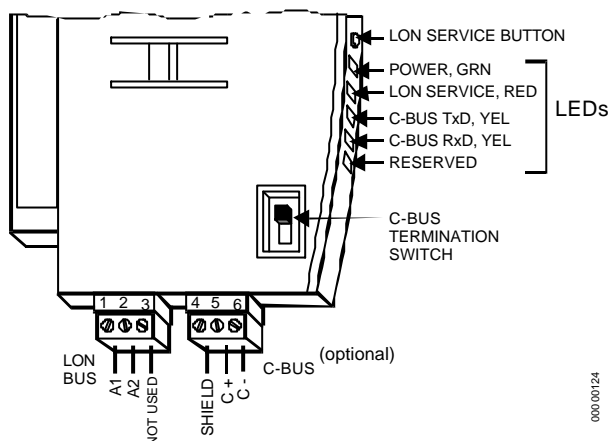

Fig. 45. Conexión de LonWorks.
3. Conectar el cable de la pantalla al terminal 4 (Fig. 45).
4. Conectar el cable de C+ al terminal 5 (Fig. 45).
5. Conectar el cable de C- al terminal 6 (Fig. 45).
El LED de servicio LONWORKS se encuentra en el cartucho de aplicación (ver Fig. 45).